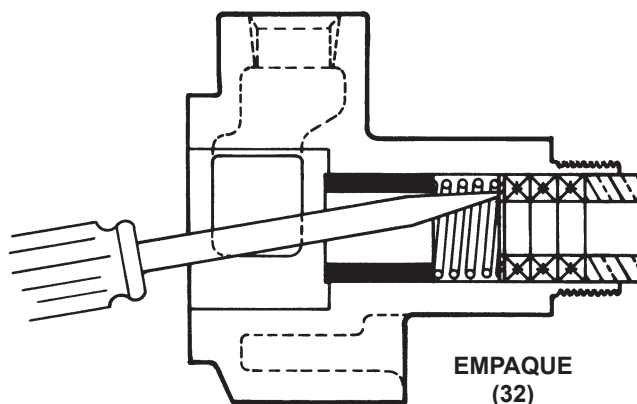

FIGURA 3
5. La bomba ya está lista para ser extraída del embalaje o del precinto mecánico. **Vea la Figura 3 o 4** como ejemplo. Se recomienda el uso de un nuevo precinto mecánico o empaque nuevo cada vez que la bomba se desmonta completamente.